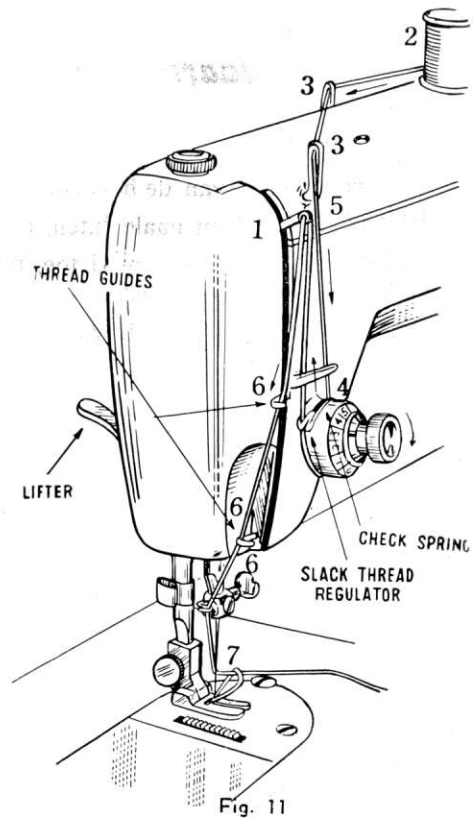

Fig. 11
- 3) Rijg de draad door de draadgeleider. (Fig. 11)